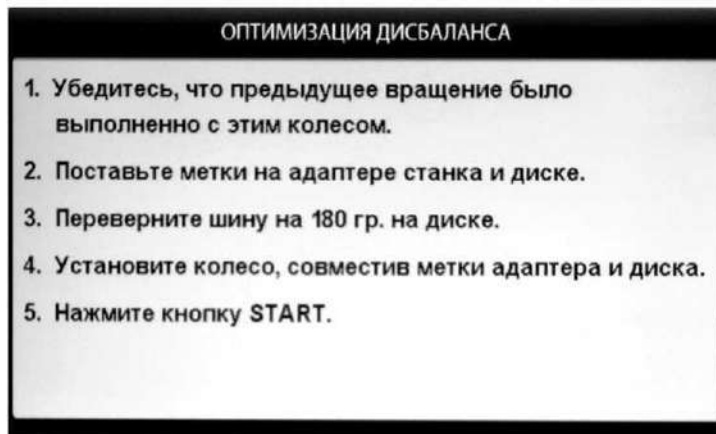
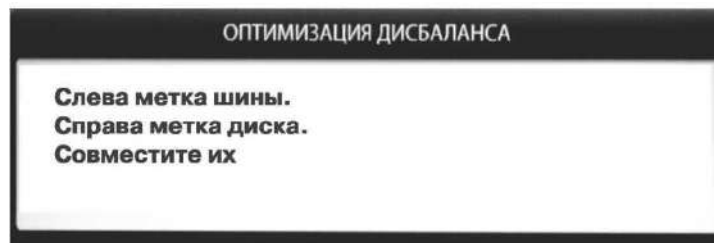

рис.15.2
рис.15.3
величина статического дисбаланса колеса, а на индикаторах 4 - величина дисбаланса колеса, которую можно получить после завершения программы «Opt». Поставьте метки на шине и диске согласно указаниям в окне (рис.15.3).
15.2. Для входа в программу «Opt» нажмите кнопку «MENU» после чего на экране монитора появится окно (рис.15.1). Далее выбрать программу «Оптимизация», нажав кнопку 3, после чего на экране монитора появится окно (рис.15.2). Далее выполните операции согласно указаниям в окне (рис.15.2).
15.3. После выполнения п.5 в окне (рис.15.2) на экране монитора появится окно (рис.15.3), а на индикаторах 1 отобразится